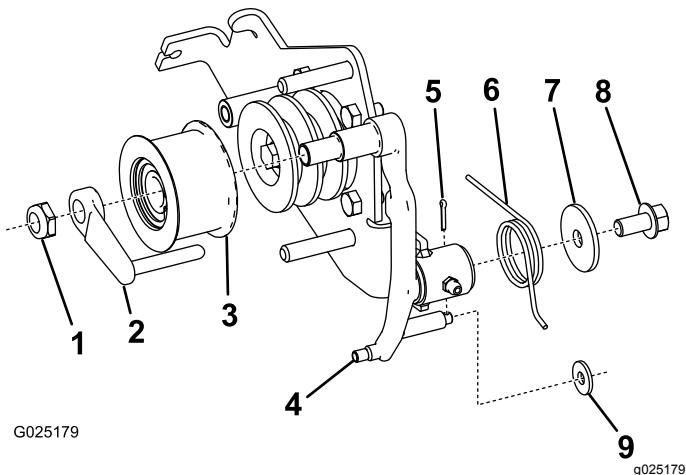

Figura 2
4. Instale la palanca de embrague nueva en el soporte de embrague nuevo usando el muelle de torsión, la arandela y el perno de la palanca del embrague y del soporte antiguos (Figura 2).